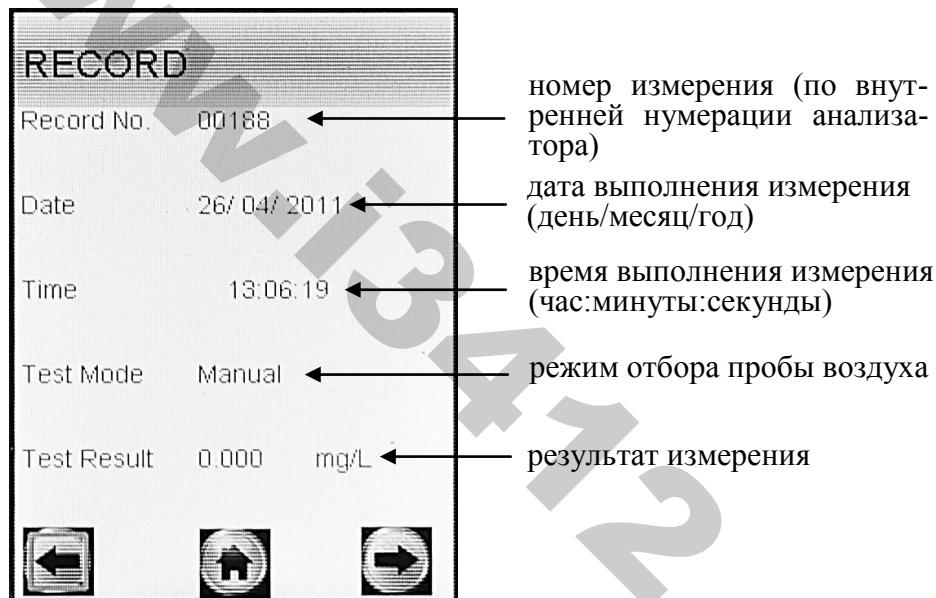

Рисунок 20 – Просмотр памяти
2.11.2 Для просмотра результатов измерений, сохраненных в памяти анализатора, выберите «**Просмотр памяти**» в главном меню анализатора, для этого переместите курсор с помощью кнопки А или В до соответствующего пункта-иконки (рисунок 4) и утвердите выбор кратковременным нажатием кнопки вкл/выкл. На дисплее появится окно «**RECORD**» с результатом последнего теста (рисунок 20).